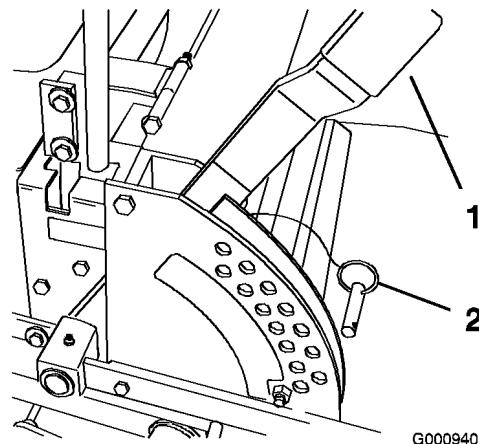

Bild 17
1. Heben Sie den Schnithöhenhebel in die Transportstellung (entspricht der Schnithöheninstellung von 127 mm) (Bild 17).
2. Entfernen Sie den Lastösenbolzen zum Einstellen der Schnitthöhe aus der Schnithöhenhalterung (Bild 17).
3. Wählen Sie das Schnithöhenloch in der Schnithöhenhalterung, das der gewünschten Schnitthöhe entspricht, und stecken Sie den Lastösenbolzen wieder ein (Bild 17).
Schnitthöhe entspricht, und stecken Sie den Lastösenbolzen wieder ein (Bild 17).